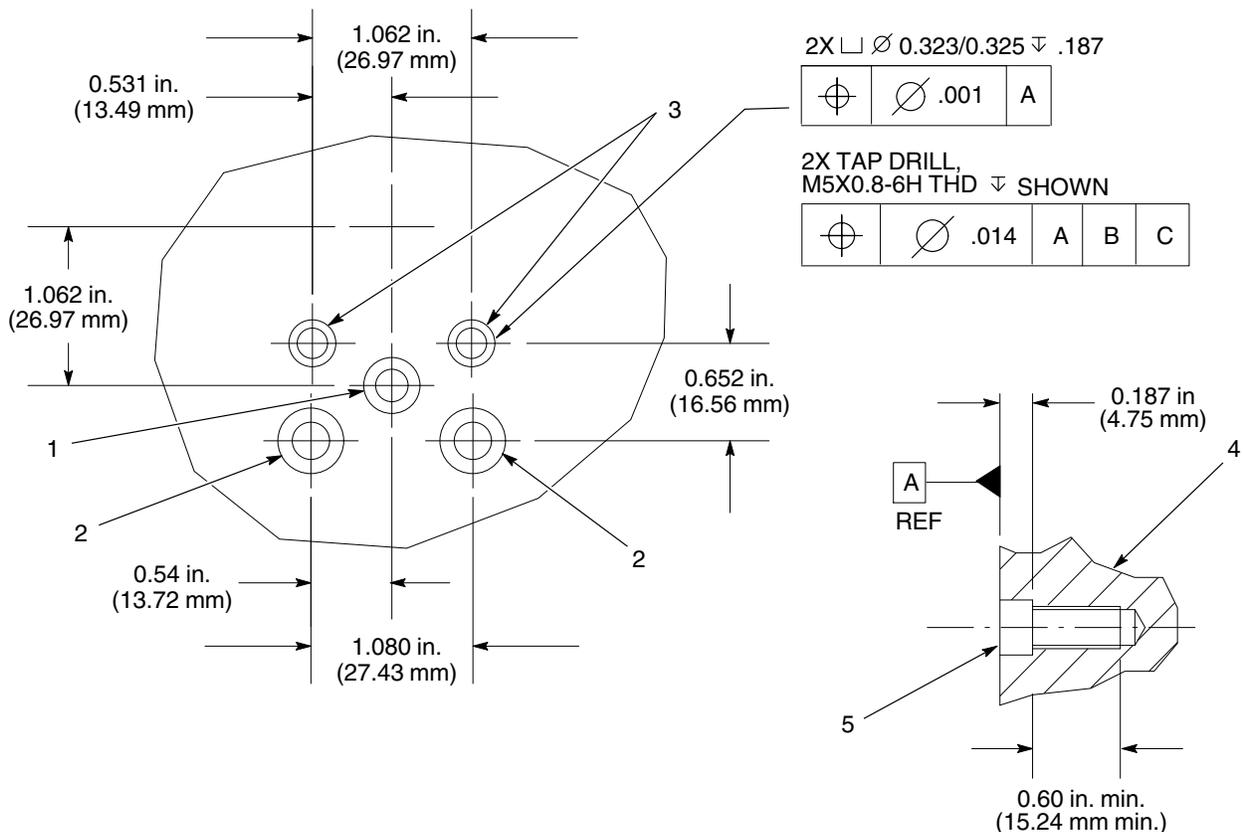

Figure 4 Cotes de fixation sur distributeur
Voir la Figure 4 pour les caractéristiques de fixation de la vanne de dépose sur un distributeur. En plus du perçage des trous de fixation (3), percer des trous pour l'entrée de matière (1) et les orifices de conditionnement thermique (2).